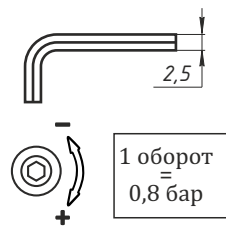

Рис. 4. Задание уставки
- Для задания уставки регулирования понадобится имбусовый шестигранный ключ 2,5 мм. Установите его в шестигранное отверстие регуляторовочного винта (Рис. 4) и вращайте по часовой стрелке для увеличения уставки, против часовой – для уменьшения уставки. 1 оборот соответствует изменению уставки на 0,8 бар. Заводское значение уставки равно 20 барам. Для задания уставки используйте манометр, установив его на том же трубопроводе, что и регулятор.